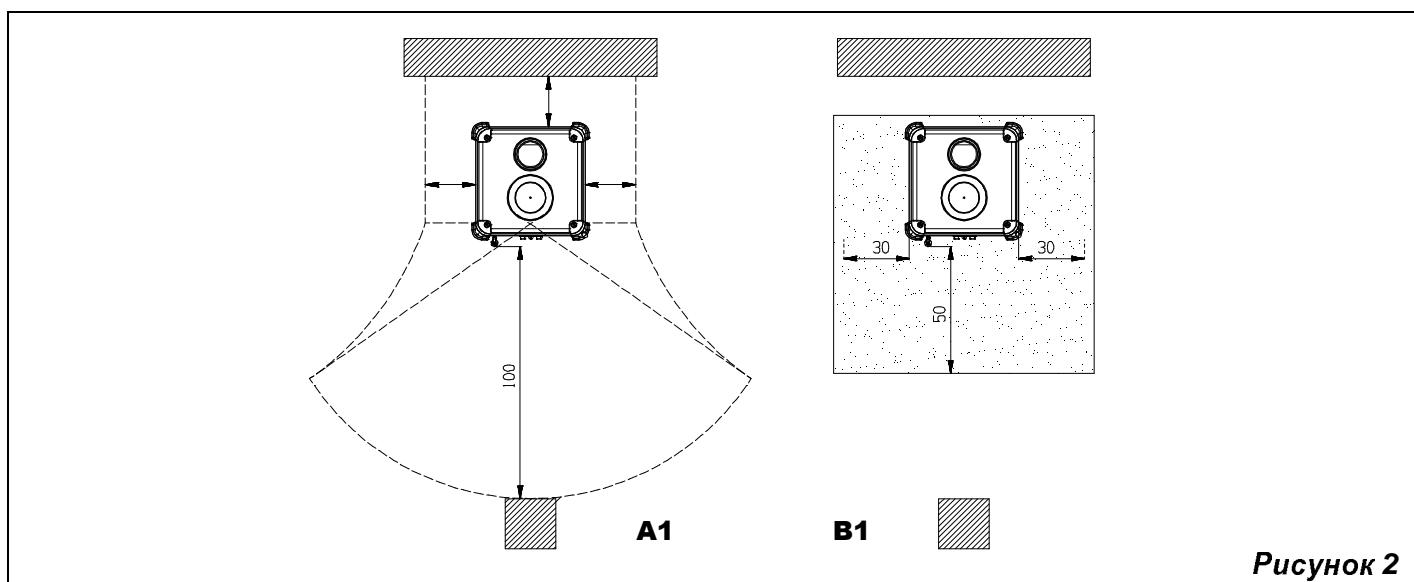

Рисунок 2
- Для обеспечения необходимой термоизоляции, соблюдать минимальное безопасное расстояние сзади и по бокам от составных частей конструкции и легковоспламеняющихся объектов (мебель, деревянные покрытия, ткани и т. д.) (смотреть Рисунок 2 - А). **Все минимальные безопасные расстояния указаны на техническом щите с номинальными данными изделия и должны быть в точности соблюдены.**
- c) в случае установки печи на легковоспламеняющемся полу, необходимо заранее установить подстилающий слой из огнеупорного материала. **Напольные покрытия из воспламеняющегося материала**, например, ковровое покрытие, паркет, пробковое покрытие и т.д., **должны быть заменены** слоем невоспламеняющегося материала, например, из керамики, камня, стекла, стали и т.д. (размеры на основе региональных нормативов). Подстилающий слой должен выступать из-под установки минимум на **30 см** по бокам и на **50 см** сверх размаха крышки топки (Рисунок 2 В).